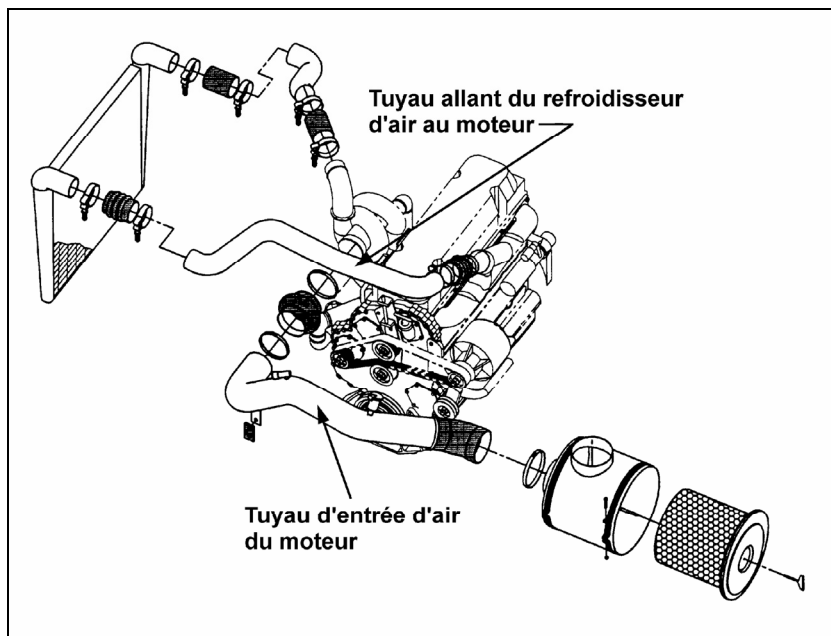

FIGURE 1 : COMPARTIMENT MOTEUR
3. Enlever le tuyau d'entrée d'air du moteur (voir fig. 1).
4. Enlever le tuyau allant du refroidisseur d'air au moteur (voir fig. 1).